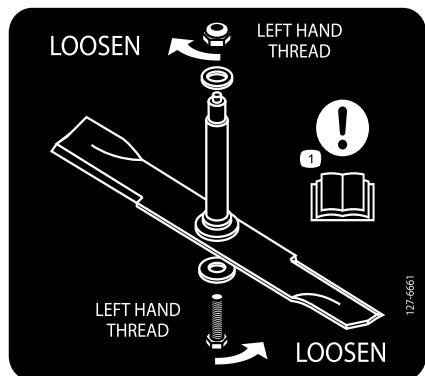

Figure 84
Remarque: Si la lame est déséquilibrée, limez un peu l'extrémité de l'ailette seulement (Figure 84).
1. Au moyen d'une lime, aiguisez les tranchants aux deux extrémités de la lame (Figure 84).